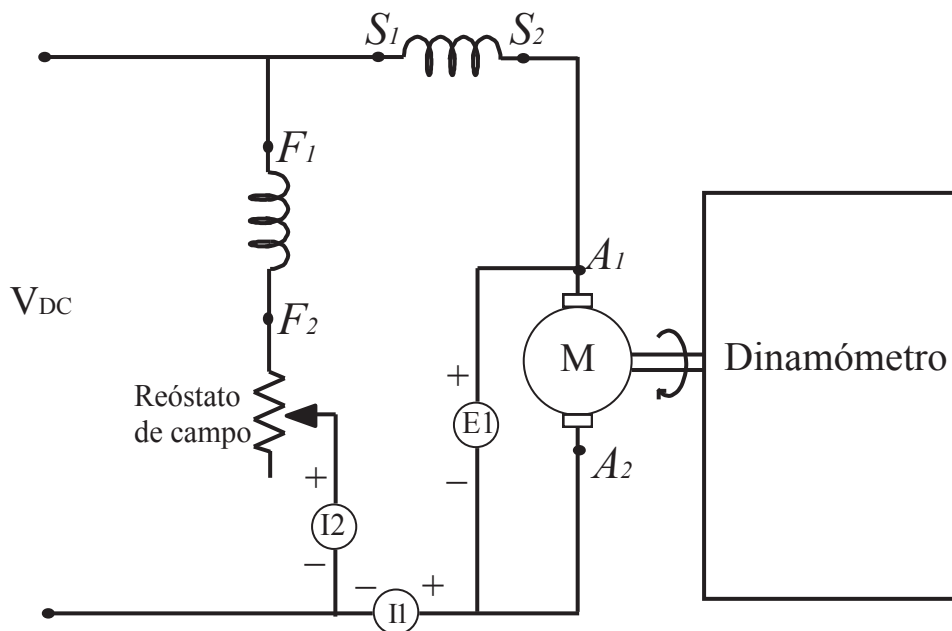

Figura 6: Conexión del motor DC compound
- Realice el montaje del circuito de la figura 6.